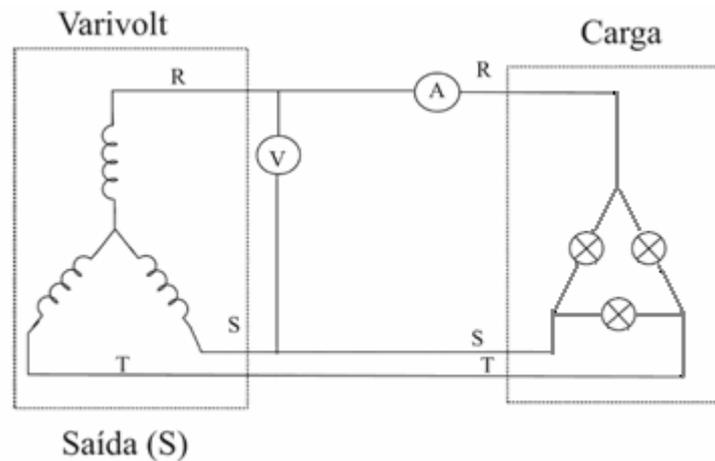

Figura 3 - Conexão com carga em Δ (delta).
1. Com o varivolt desligado da bancada e com o cursor em zero, conecte três lâmpadas de 40 W em Δ (delta) tal como mostrado na figura 3, e esse